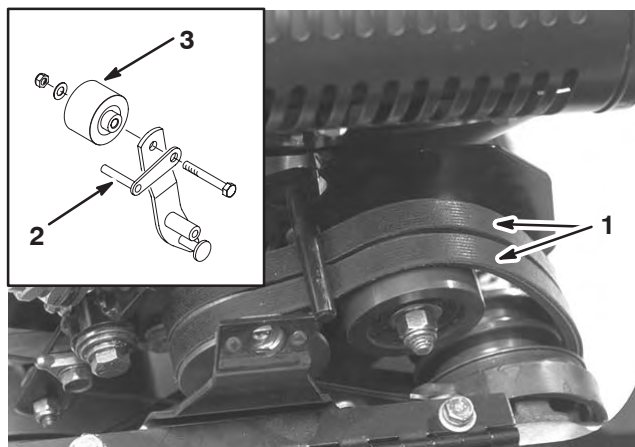

Figure 40
8. Pour pousser ou tirer la machine plus facilement sans mettre le moteur en marche, réglez le guide-courroie (Fig. 40, détail) comme suit :